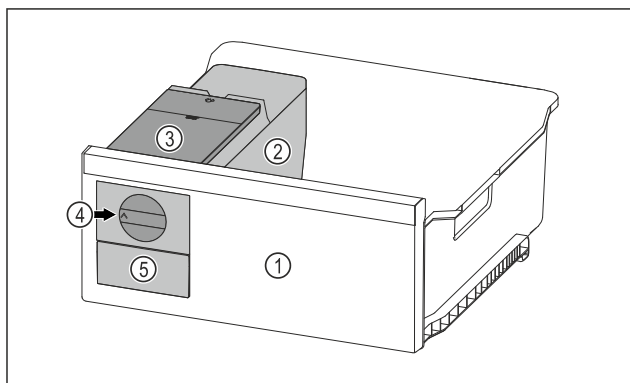

Fig. 125 Simbolična slika
- ▶ Vrtljivi gumb Fig. 125 (4) obrnite do konca v smeri urinih kazalcev.
- ▷ Kocke ledu iz posode za ledene kocke padajo v predal za ledene kocke Fig. 125 (5).